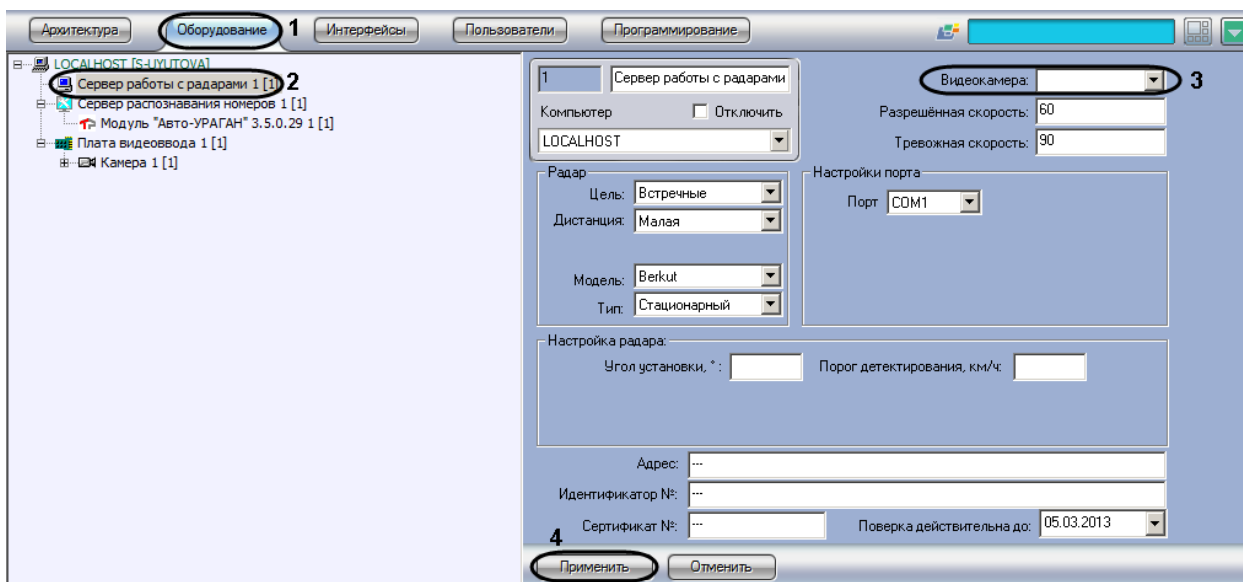

Рис. 7.3—2. Выбор объекта «Камера» для совместной работы с Сервером распознавания номеров
2. В дереве объектов на вкладке «Оборудование» выбрать объект «Сервер работы с радарамми», соответствующий настраиваемому программному модулю «Радар» (см. Рис. 7.3—2, 2). В правой части вкладки «Оборудование» отобразится панель настройки выбранного объекта.
3. В списке «Видеокамера» выбрать объект «Камера», который соответствует видеокамере, настроенной для совместной работы с Сервером распознавания номеров (см. Рис. 7.3—2, 3).
4. Нажать кнопку «Применить» (см. Рис. 7.3—2, 4).